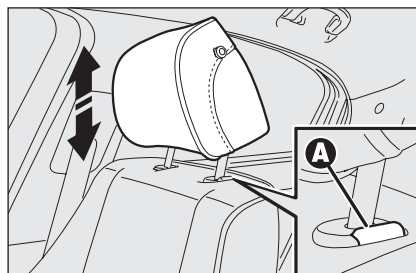

fig. 34
ANTERIORI fig. 34
- premere i tasti **A-fig. 34** (ubicati a lato dei due sostegni degli appoggiatesta) quindi rimuovere gli appoggiatesta sfilandoli verso l'alto.